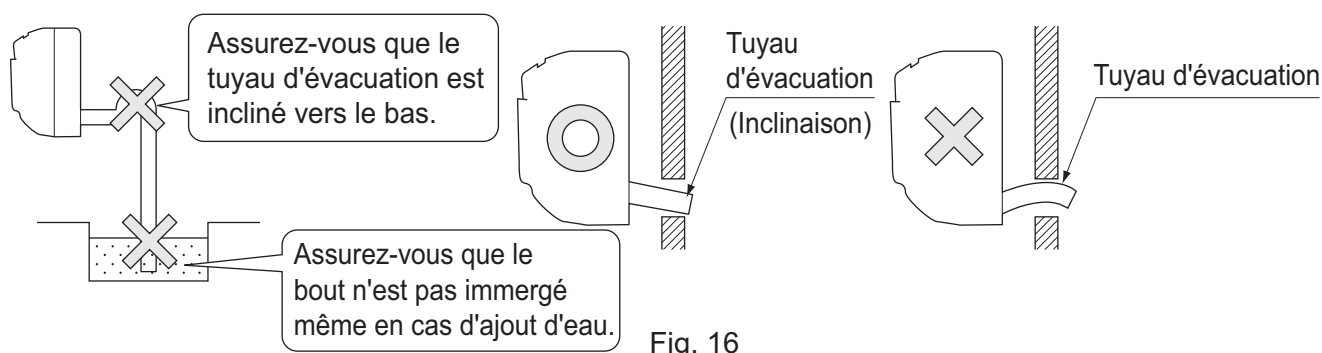

Fig. 16
(1) Installez la tuyauterie d'évacuation. (Reportez-vous à la Fig. 16)
- Prêtez attention aux points de la Fig. 16 lorsque vous posez les tuyaux d'évacuation.